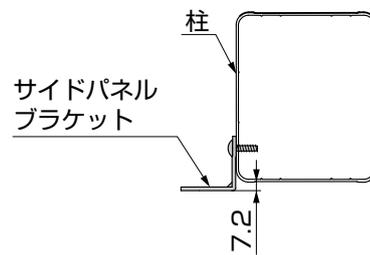

図6-2
- ① 水下側の柱に取付けるサイドパネルブラケットの取付け位置を確認し、柱にφ3.5の穴加工を行なってください。(図6-2、図6-3参照)